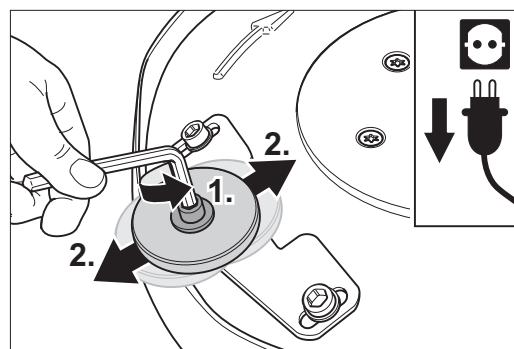

Abb. 26: Die Schraube in der Mitte der Wandschutzrolle lösen und die Rolle positionieren.
- 3 Lösen Sie mit einem Innensechskantschlüssel die Schraube in der Mitte der Wandschutzrolle und verschieben Sie die Wandschutzrolle in die gewünschte Position (Abb. 26). Ziehen Sie die Schraube wieder an.